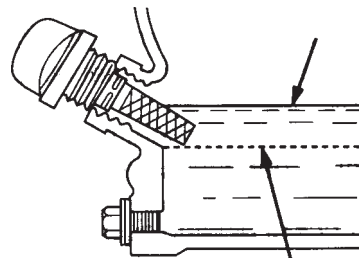

Figura 6. Varilla medidora del aceite del motor (Nivel de aceite)
4. Si el nivel de aceite está bajo (Figura 6), llene por la orilla del orificio con el tipo de aceite recomendado (Tabla 4). La máxima capacidad de aceite es 0.60 litros (0.63 cuartos).